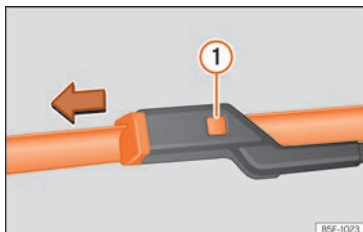

Fig. 51 Remplacement des balais d'essuie-glace.
- Maintenez la touche de déverrouillage » fig. 51 ❶ enfoncée en tirant légèrement le balai dans le sens de la flèche.